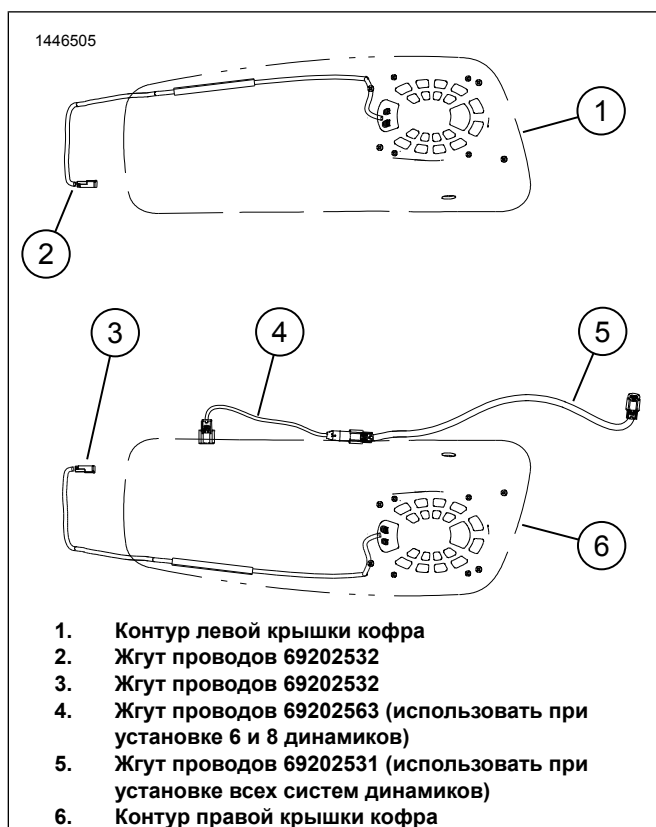

Рисунок 6. Настройка и прокладка жгута проводов
- a. См. рис. 6. Расположите жгут проводов 69202532 (2).
- a. См. рис. 6. Расположите жгут проводов 69202532 (3).
- a. Проложите жгут проводов (3), как показано.
5. См. рис. 6. Расположите жгут проводов 69202563 (4) и 69202531 (5).